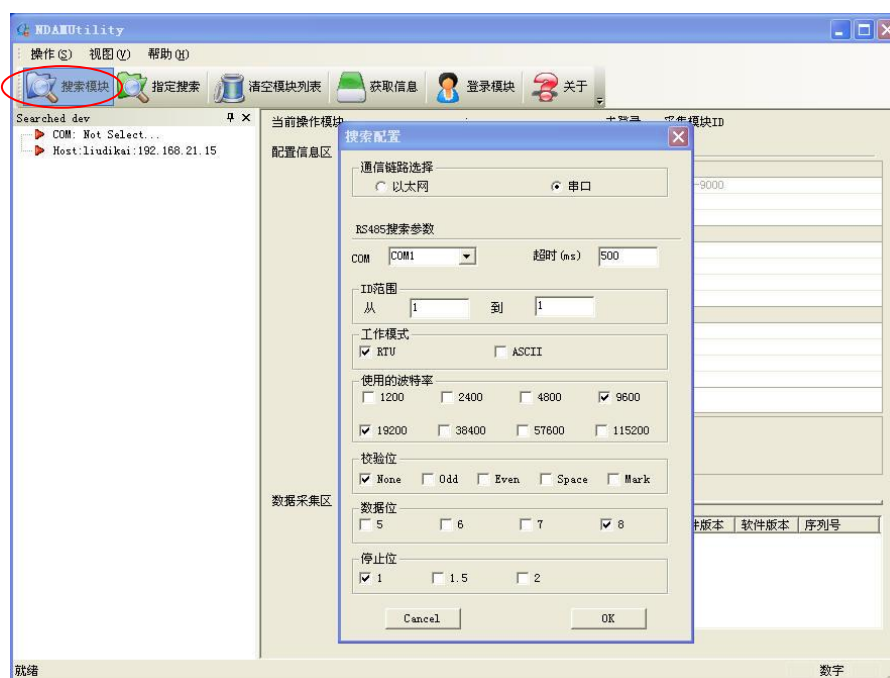
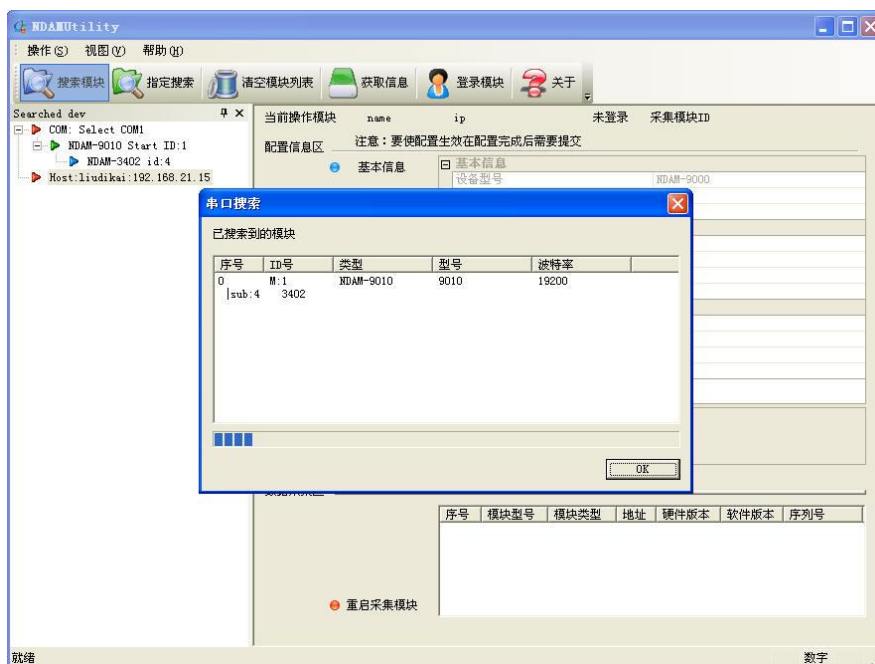

图 4.3 搜索设备
图 4.4 搜索设备成功
- 2) 单击界面上的“搜索设备”按钮，进行设备搜索。搜索过程分为两种：一是以太网，二是串口。NDAM-9010 属于串口设备，因此选中串口，然后根据串口总线上的通讯参数进行搜索。如图 4.3、图 4.4 所示。